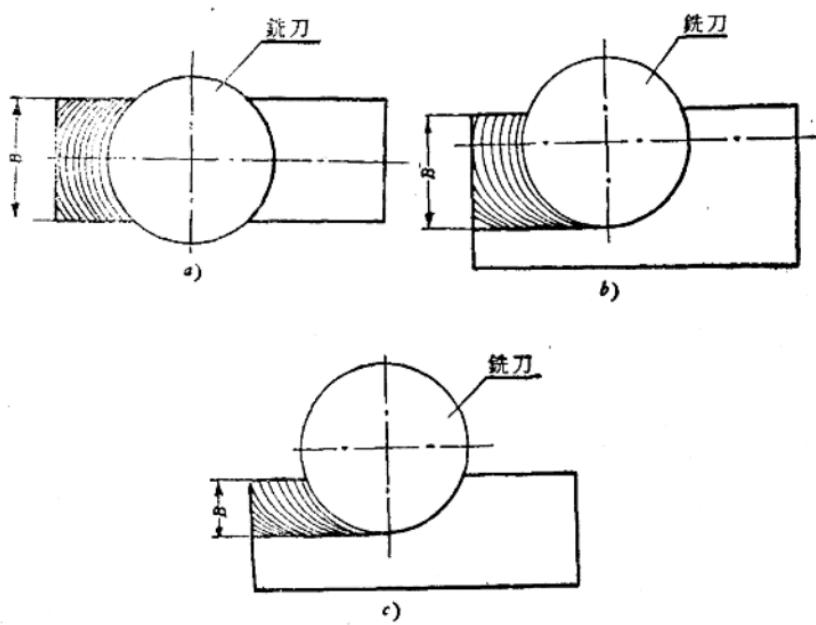

图4 对称铣削和不对称铣削:
**4 对称铣削和不对称铣削** 用端面铣刀铣削工件时，工件宽度对称于铣刀之轴心线叫对称铣削(如图 4 a)；如果工件宽度不对称于铣刀轴心线叫不对称铣削(如图 4 b、c)。不对称铣削又分两种情况：一种情况是铣刀轴落在铣切宽度  $B$  以内；另一种情况是铣刀轴落在铣切宽度  $B$  以外，这两种情况在计算它的切削主分力时，也采用不同的计算公式(详见第五章)。